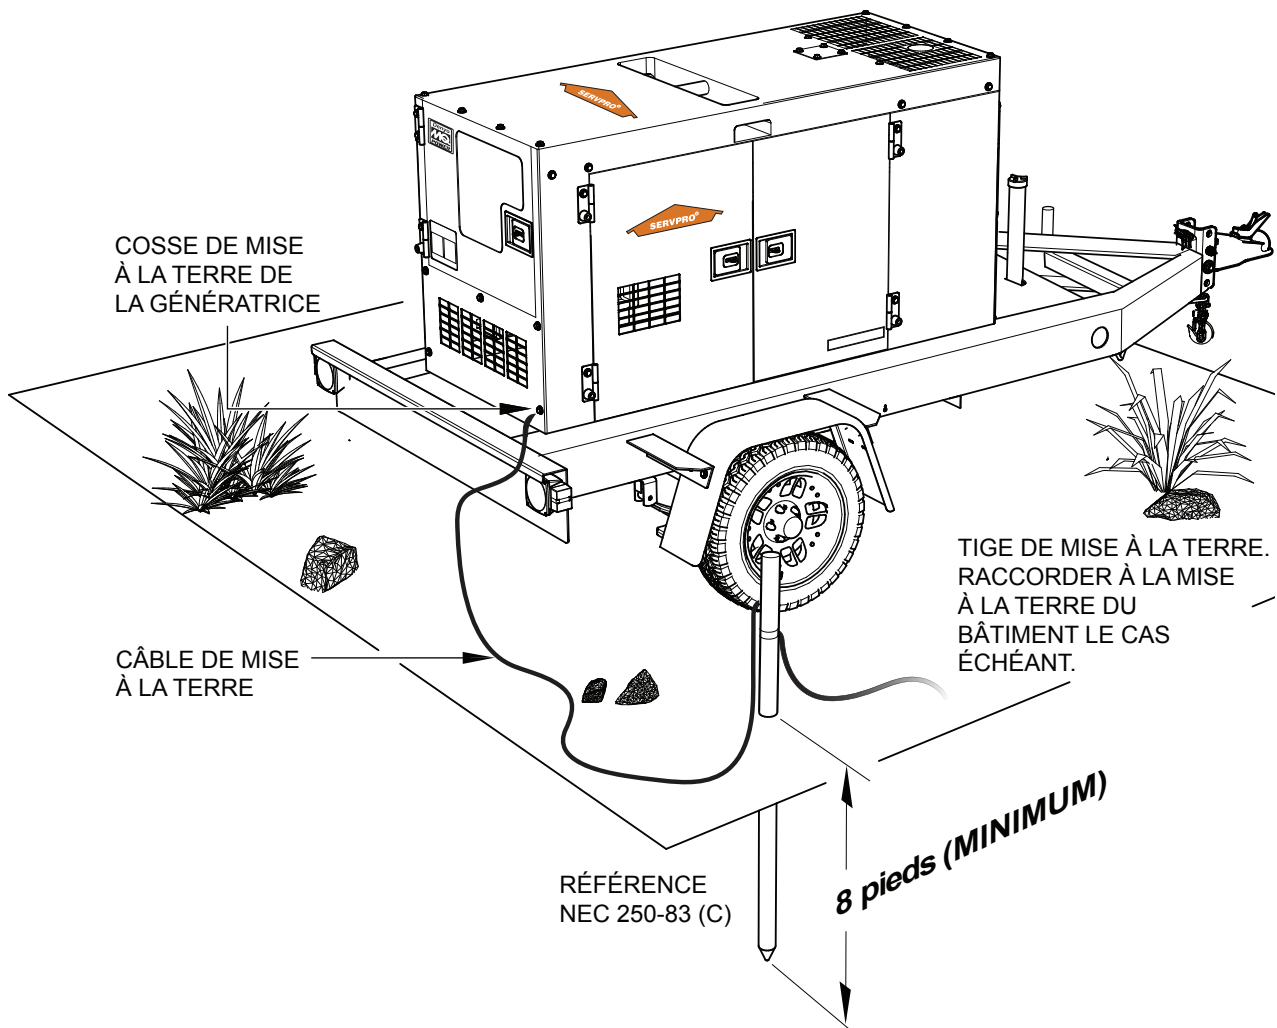

Figure 2. Application de mise à la terre de la génératrice typique
Pour se prémunir contre les chocs électriques et de possibles dommages à l'équipement, il est important de prévoir une bonne mise à la **TERRE** (Figure 2).
2. Lors de la mise à la terre du générateur (figure 2) connectez le câble entre la rondelle frein et l'écrou sur le générateur et serrez entièrement l'écrou. Branchez l'autre extrémité du câble de terre à la mise à la terre.